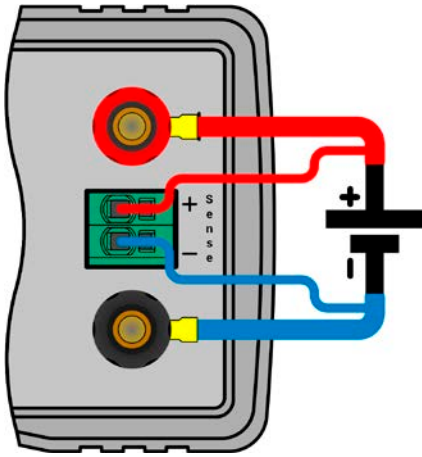

图 12 - 远程感测接线举例
- 感测线跟源极之间要**+与+**，**-与-**相连，否则会损坏两个系统。见图 12。